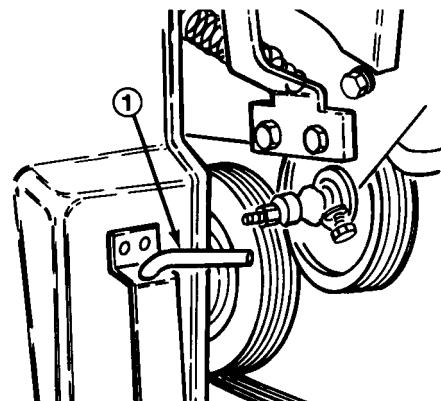

Bild 16
- B. Den Übersteuerungsstift aus dem Einlagerungsprofil an der Vorderseite der Zinkenkopfabdeckung (Bild 16) entfernen.
1. Den Übersteuerungsstift aus dem Einlagerungsprofil an der Vorderseite der Zinkenkopfabdeckung (Bild 16) entfernen.